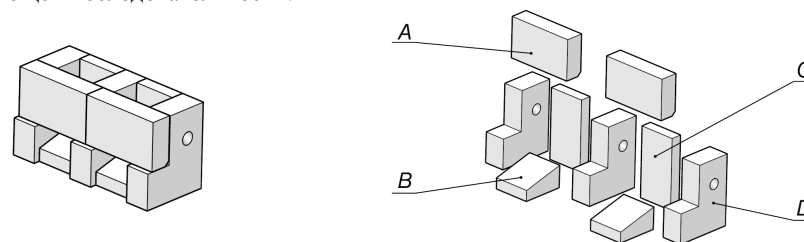

Рис. 6
Через дверку топki (23) в камеру вторичного горения (13) вставить крайние и среднюю плиты (D) (см. *рис. 6*). Между ними вставить задние плиты (C), и нижние (B). После этого на выемки боковых и средней плиты (D), ребром поставить передние плиты (A), (фаской вниз во внутрь камеры горения)